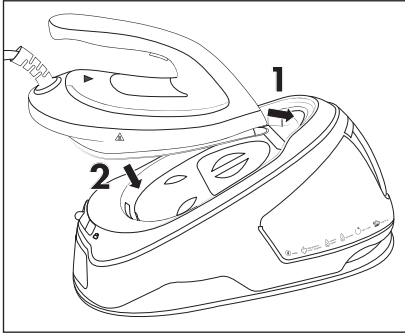

Abb. 7
- 3) Stellen Sie das Dampfbügeleisen **1** auf die Abstellfläche **17**, wobei Sie zuerst die Spitze der Bügelsole **4** in die Öffnung vorne am Rand der Abstellfläche **17** einsetzen. Setzen Sie dann das Gerät auf der Abstellfläche **17** ab (siehe Abb. 7).